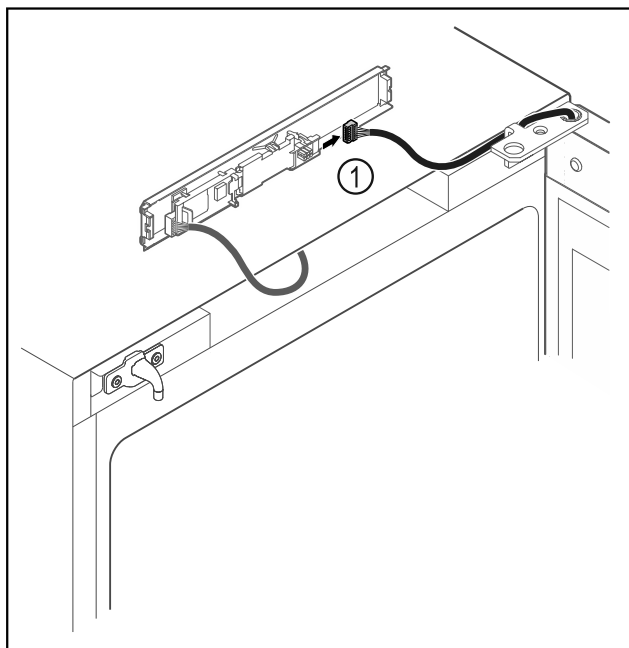

Fig. 6
- Débrancher le connecteur *Fig. 6 (1)* de la platine.